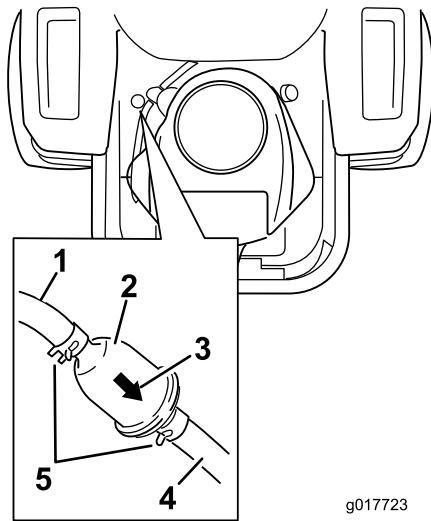

Figura 39
7. Instale un filtro nuevo – la flecha que indica el sentido de flujo debe apuntar hacia el motor. Acerque las abrazaderas al filtro (Figura 39) para sujetarlo.